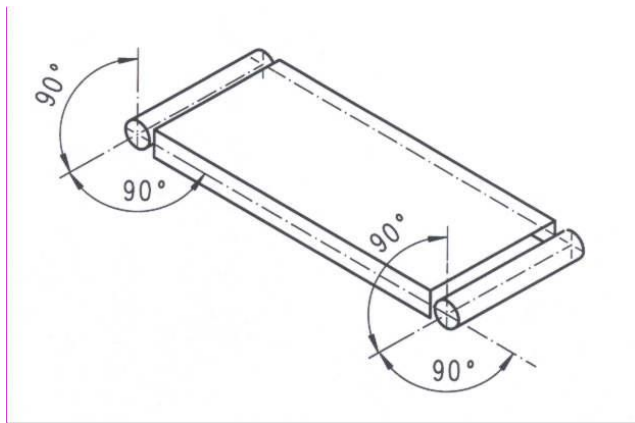

Abb. 6: Ausrichten der Achsen
- Richten Sie die Achsen der Antriebs- und Umlenkrollen zueinander und zum Bandkörper fluchtend aus (Abb. 6).